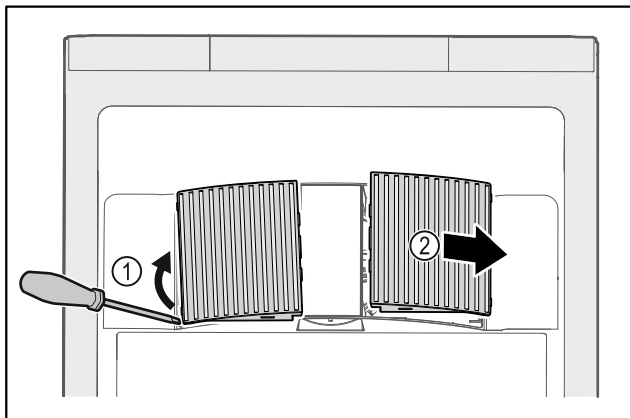

Fig. 161
- ▶ Ostrożnie podważyć osłony wentylatora z boku Fig. 161 (1) i zdjąć do przodu Fig. 161 (2).